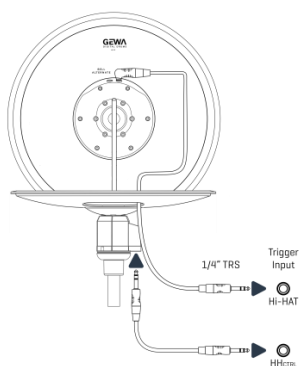

fig. 4
- 5 Connettere la spina retta del cavo stereo del controller al controller dell'Hi-Hat come nella fig. 4.
- 6 Connettere entrambi i cavi ai relativi ingressi trigger della console della batteria, come nella fig. 4.